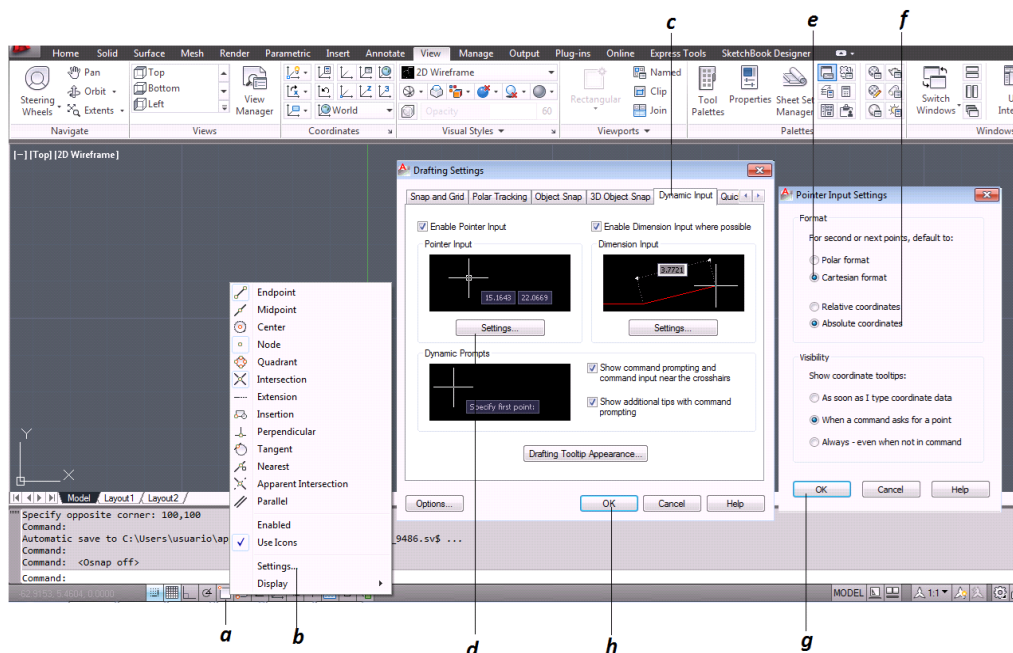

Figura 3.9. Configuración del tipo de coordenadas
- a. Clic derecho sobre el icono de *Osnap* para ver el menú emergente (figura 3.9).
- b. Se selecciona *Settings (Parametros)* (figura 3.9).
- c. La pestaña *Dynamic Input (Entrada Dinámica)* (figura 3.9).
- d. En *Pointer Input* se selecciona el botón *Settings* (figura 3.9).
- e. En la ventana que aparece se elige primero formato cartesiano (*cartesian format*) (figura 3.9).
- f. Después se selecciona el botón de coordenadas absolutas (*absolute coordinates*) (figura 3.9).
- g. Se da clic en el botón OK (figura 3.9).
- h. Finalmente clic en el botón OK (figura 3.9).